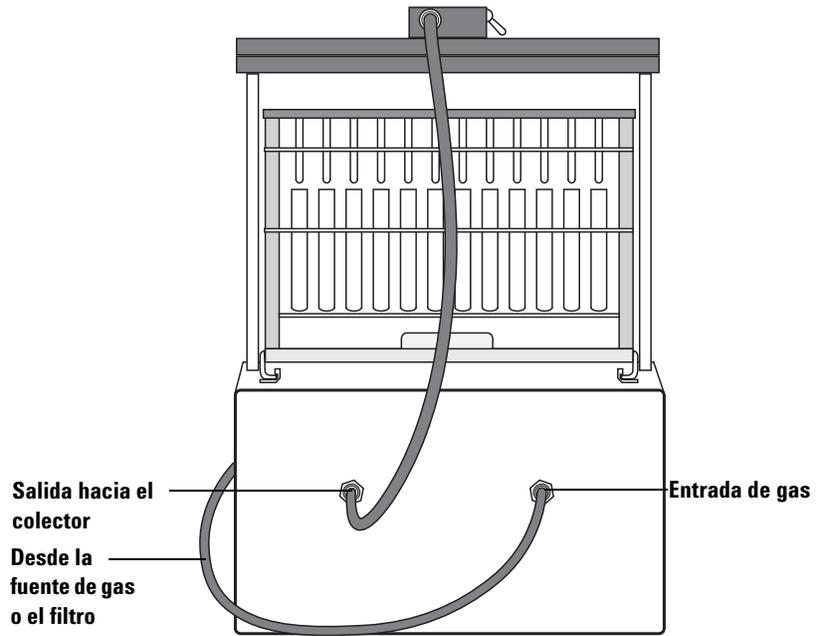

Figura 7 Conexiones de gas del sistema de extracción de muestras a presión Agilent de 48 posiciones
- 5 Conecte el filtro a la entrada de gas del sistema de extracción, de manera que el gas fluya a través del filtro antes de entrar en el sistema de extracción. Empuje el tubo en el adaptador de conexión a presión hasta que esté perfectamente encajado en el adaptador. Consulte la Figura 7 en la página 24 y la Figura 8 en la página 24 para ver diagramas que muestran una instalación adecuada de los tubos.
- 3 Empuje el conducto del kit de instalación (ref. 5191-4114) e introdúzcalo en el adaptador por compresión apropiado (consulte Figura 7 en la página 24 y Figura 8 en la página 24). Para obtener más información sobre el kit de instalación, consulte “Piezas y accesorios” en la página 21.